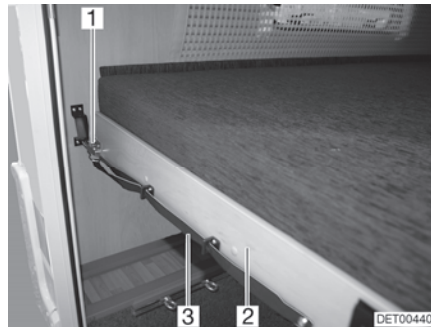

Bild 78 Våningssäng (bak)
- Dra i bandet (Bild 78,3) och lossa spärren (Bild 78,1).
- Dra fram ribbotten (Bild 78,2) med madrassen så att den hakar i.